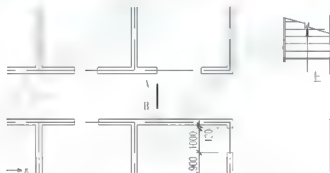

图 3.65 绘制门扇
(2) 绘制门扇:单击【绘图】工具栏上的【多段线】图标  (快捷键 PL),启动【多段线】命令。
- ① 在指定起点:提示下,在屏幕上任意单击一点作为多段线的起点。
- ② 在当前线宽为 0.0000,指定下一个点或 [圆弧(A)/半径(R)/长度(L)/放弃(U)/宽度(W)]:提示下,输入“W”后按 Enter 键。
- ③ 在指定起点宽度: 0.0000>:提示下,输入“50”。
- ④ 在指定端点宽度: 0.0000 :提示下,输入“50”,这样就将线宽改为50mm。打开【正交】功能(快捷键 F8)。
- ⑤ 在指定下一点或 [圆弧(A)/闭合(C)/半径(R)/长度(L)/放弃(U)/宽度(W)]:提示下,将光标垂直向上拖动,输入“1000”后按 Enter 键结束命令,结果如图 3.65 所示。